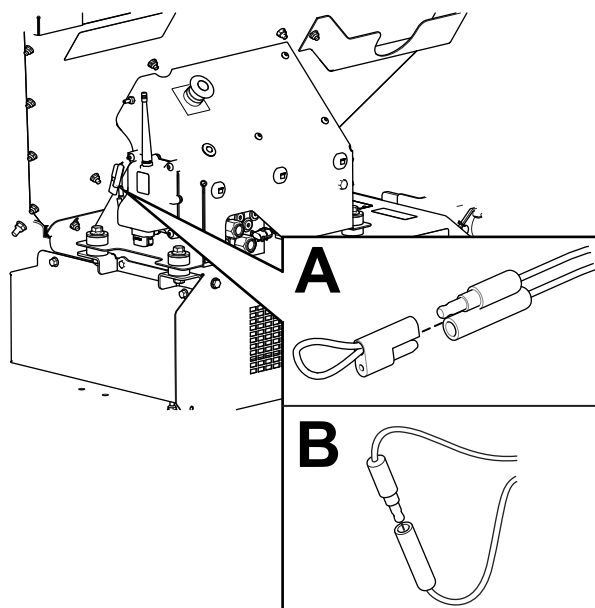

図 64
3. 故障診断コネクタ同士を接続する (図 64のB)。
2. 故障診断コネクタ同士の接続を外す 図 64のB。
3. 故障診断コネクタ2つにキャップを元通りに取り付ける 図 64のA。